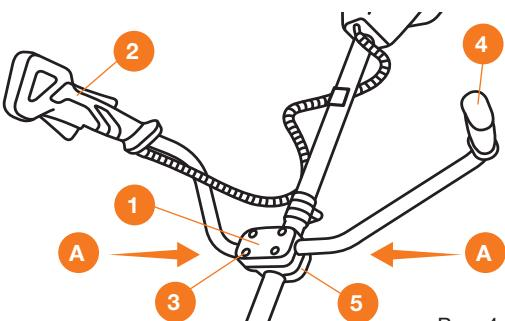

Рис. 4
Рукоятки устанавливайте таким образом, чтобы рукоятка управления находилась с правой стороны. Открутите винты крепления ③ зажима ①, снимите его и установите рукоятки ② и ④ по стрелке A на держатель ⑤, затем закрепите болты ③ с головкой под торцевой ключ модели DABC 420E (Рис. 4), или затяните барабашковый винт модели DABC 520PRO.